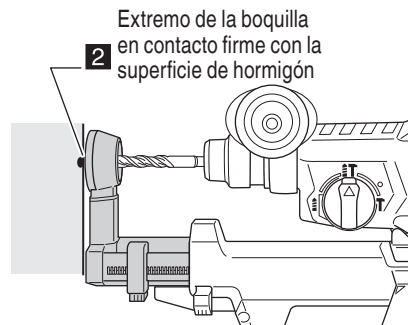

Fig. 17
- (2) Sulte la boquilla y permita que haga un contacto firme con la superficie de hormigón. (Fig. 17)